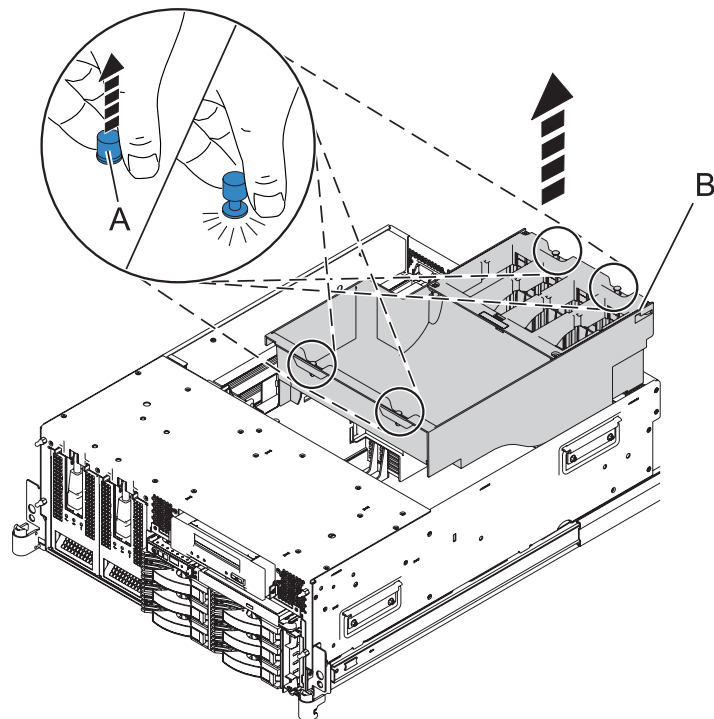

Figure 15. Retrait de la grille d'aération
7. Retirez la grille d'aération en soulevant chacune des quatre languettes de verrouillage (A) puis en extrayant la grille d'aération (B) du système comme illustré à la figure 15.